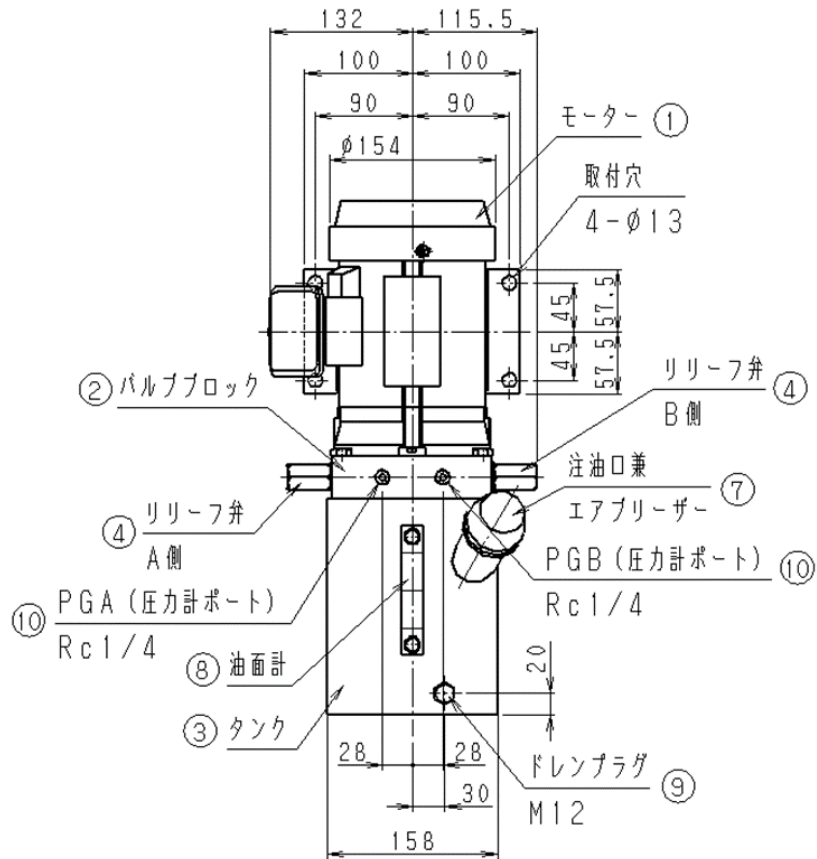

図2 正面図
## 5. 各部の機能 (図 2, 3, 4 参照)
- (1) タンク内に作動油は入っていません。使用の前に注油口兼エアブリーザー(図2参照)のキャップを外して注油して下さい。
- (2) 作動油は清浄な石油系作動油で粘度グレードがISO VG32～68のものを使用して下さい。
- (1) 回路内の圧力確認の為に、圧力計を取り付ける事をお奨めします。
- (2) 本機には圧力計取付けの為にポートが図2に示す様に2ヶ所あります。
(図2参照)
- (1) 吐出ポートを切り換える際、モーターの急激な正逆転は避けて下さい。回転方向切り換え時0.5秒以上の休止時間を設けて下さい。
- (2) 電源には必ずブレーカーを組み込んで下さい。モーター焼損の恐れがあります。
- (3) 電源コードの上に重いものを絶対のせないで下さい。火災や感電の原因になります。
- (4) 静電防止及び感電防止の為に、端子箱又は、モータベースにあるアース端子にアース線を接続して下さい。
- (5) リリーフ弁は定格圧力以上に設定できる様になっていますが、モーター及びポンプの寿命、油温上昇の観点から、定格圧力内で使用して下さい。
- (6) 使用条件により、かなり油温が上昇する事があります。特にリリーフ弁の長時間作動や流量制御は発熱の原因となります。できるだけ60℃以下の油温でご使用下さい。この油温を越える時は、運転条件を楽にするか補助タンクを別に取り付ける様にして下さい。
- (7) バルブブロック(図2)には数ヶ所、六角穴付きプラグ(詰栓)がありますが、圧力計取付けポート以外は、運転中又は、停止時においても絶対に緩めないで下さい。本機の機能を損なう事があります。